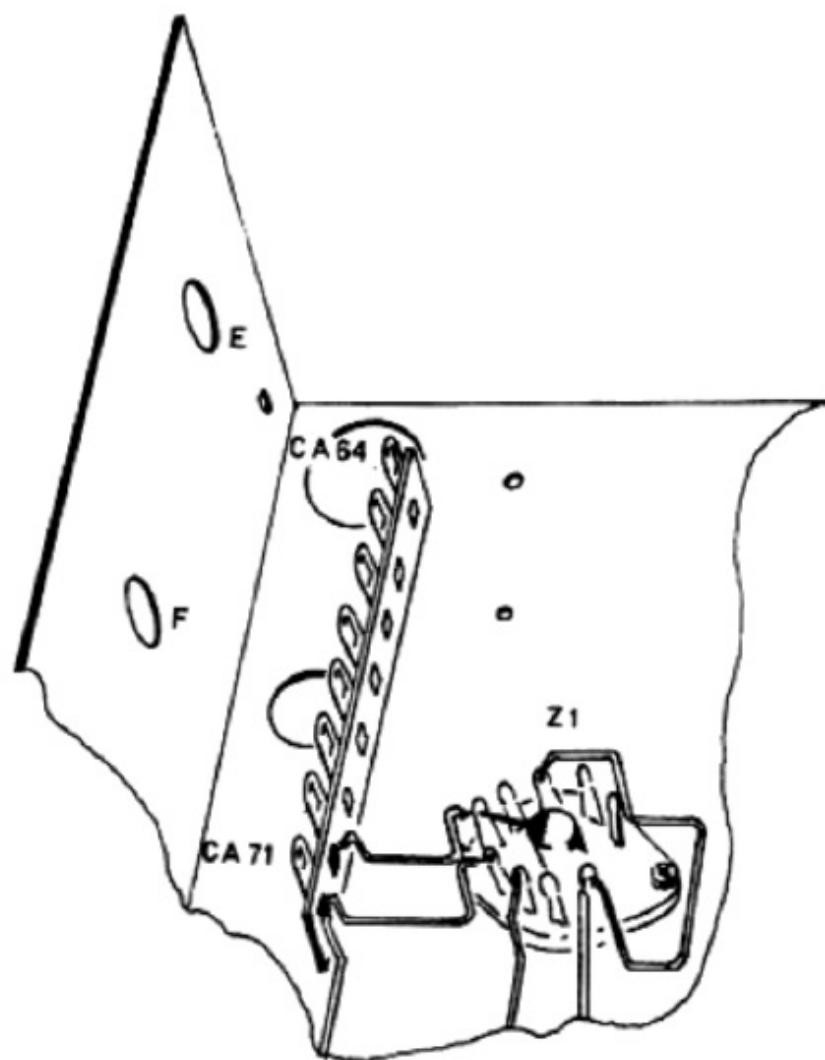
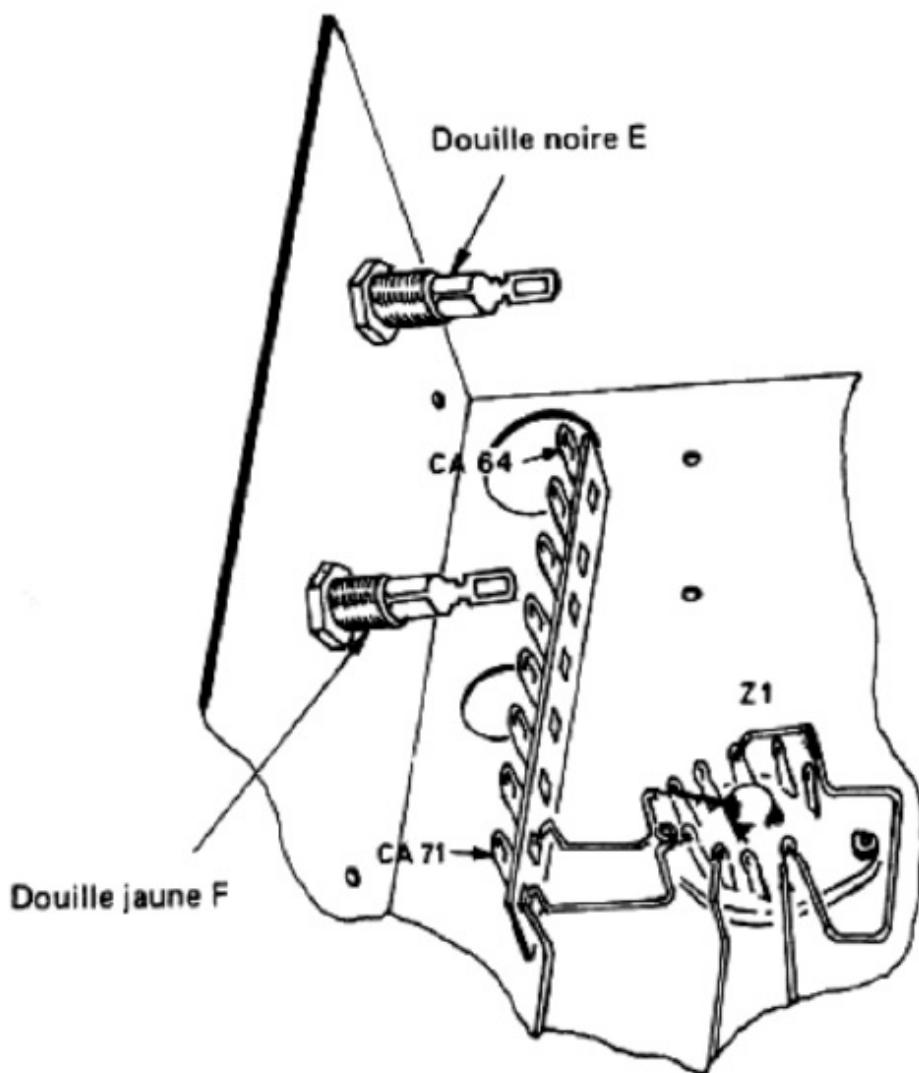

Figure 4
Figure 6
Le montage mécanique est très simple. En effet, il suffit de placer deux douilles isolées dans les trous E et F du châssis A (figure 4).
**INTRODUISEZ-LA** dans le trou E (repéré sur la figure 4), par le côté extérieur du châssis, et **FIXEZ-LA**, à l'aide de son écrou de fixation, comme indiqué sur la figure 6.
**INTRODUISEZ-LA** dans le trou F (repéré sur la figure 4), par le côté extérieur du châssis, et **FIXEZ-LA**, à l'aide de son écrou de fixation, comme indiqué sur la figure 6.
**RELIEZ, à l'aide d'un morceau de fil isolé souple, la cosse de la douille noire E (repérée sur la figure 6) à l'oeillet de la cosse CA68 (de la barrette F). Sur ce dernier point, vous trouverez l'extrémité du fil isolé rigide, câblé auparavant. SOUDEZ sur les deux points.**
**RELIEZ, à l'aide d'un morceau de fil isolé souple, la cosse de la douille jaune F (repérée sur la figure 6) à l'oeillet de la cosse CA69 (de la barrette F). Sur ce dernier point, vous trouverez l'extrémité du fil isolé rigide, câblé auparavant. SOUDEZ sur les deux points.**